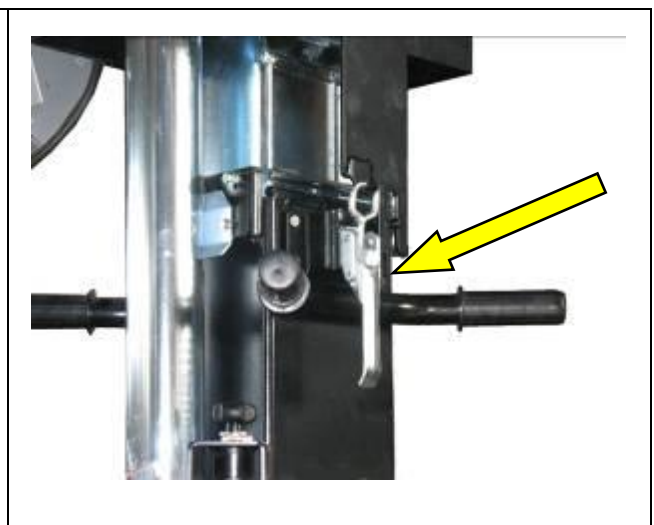

Abbildung 5.9 – Verriegeln des Masts
- ❹ Verriegeln Sie den Teleskopmast mit Hilfe der Hebel (Abb. 5.9).